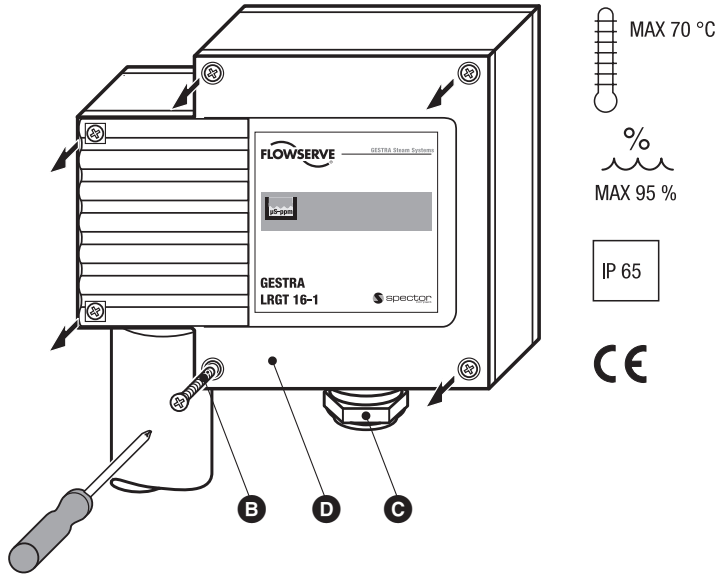

Fig. 5
1. Schrauben **B** lösen, Gehäusedeckel **D** abnehmen. **Fig. 5**